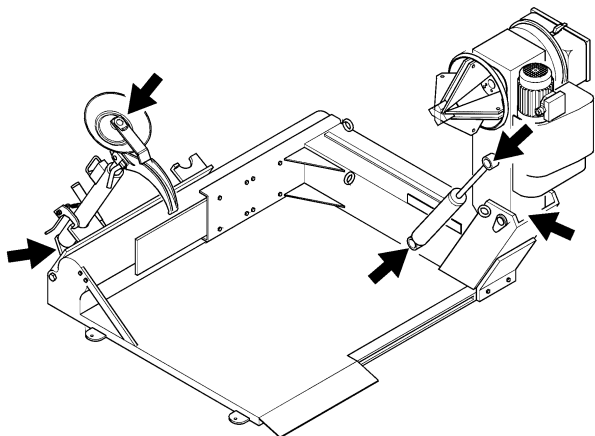

Рис.53
1. Смазывают узлы при помощи шприца ежемесячно (Рис.53). Для достижения требуемых точек смазки, демонтируйте пластиковый кожух.